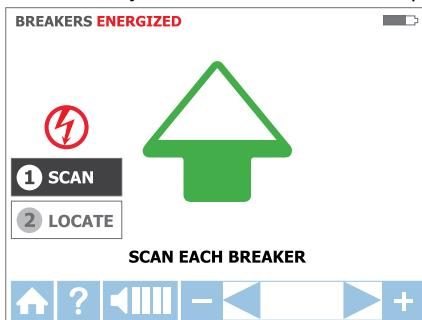

Figura 3.3b
Passo 1 - ① RASTREAR:
1. A unidade começará automaticamente em modo **① RASTREAR** como mostrado na Figura 3.3b.